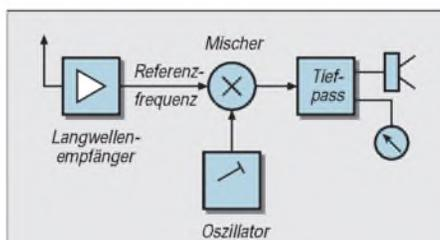

Bild 5: Schwebungsindikator
**Bild 5:** Oszillator für Serienresonanz, bei dem ein Quarzanschluß an Masse liegen kann. Eine Frequenzbeeinflussung durch die Kapazitätsdiode ist hier besonders bequem zu handhaben.
Was sollen nun aber Leute ohne Zweikanaloszilloskop tun? Nun, auch hier kann mit Software geholfen werden. Jeder kennt noch die Methode, eine Frequenz mit einer bekannten Frequenz zu vergleichen, indem man „auf Schwebungsnul“ abgleicht. Die beiden Frequenzen werden gemischt (siehe Bild 5) und das niederfrequente Mischprodukt mit einem Tiefpaß gefiltert und hörbar gemacht.
Bei unserer Anwendung präziser Frequenzen geht es nun eigentlich um die letzten zehntel Hertz. Das Ohr ist da als Indikator nicht mehr so geeignet. Der Schwebungsindikator nach Bild 5 wird daher nun ähnlich brutal „digitalisiert“ wie der DDS-Oszillator. Das Signal der Referenz (z.B. das empfangene DCF77-Signal) wird mit einem Komparator „digitalisiert“. Unser DDS arbeitet sozusagen als lokaler Oszillator (LO).